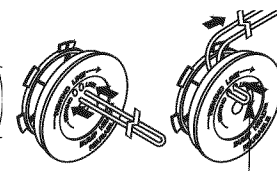

Fig. 12
- Tome aproximadamente 5,4 m (18 pies) de nueva línea de corte, enlázela en dos longitudes iguales. Inserte cada extremo de la línea a través de uno de los dos orificios del carrete interior (Fig. 12). Pase la línea a través del carrete interior de modo que el lazo sea lo más pequeño posible.